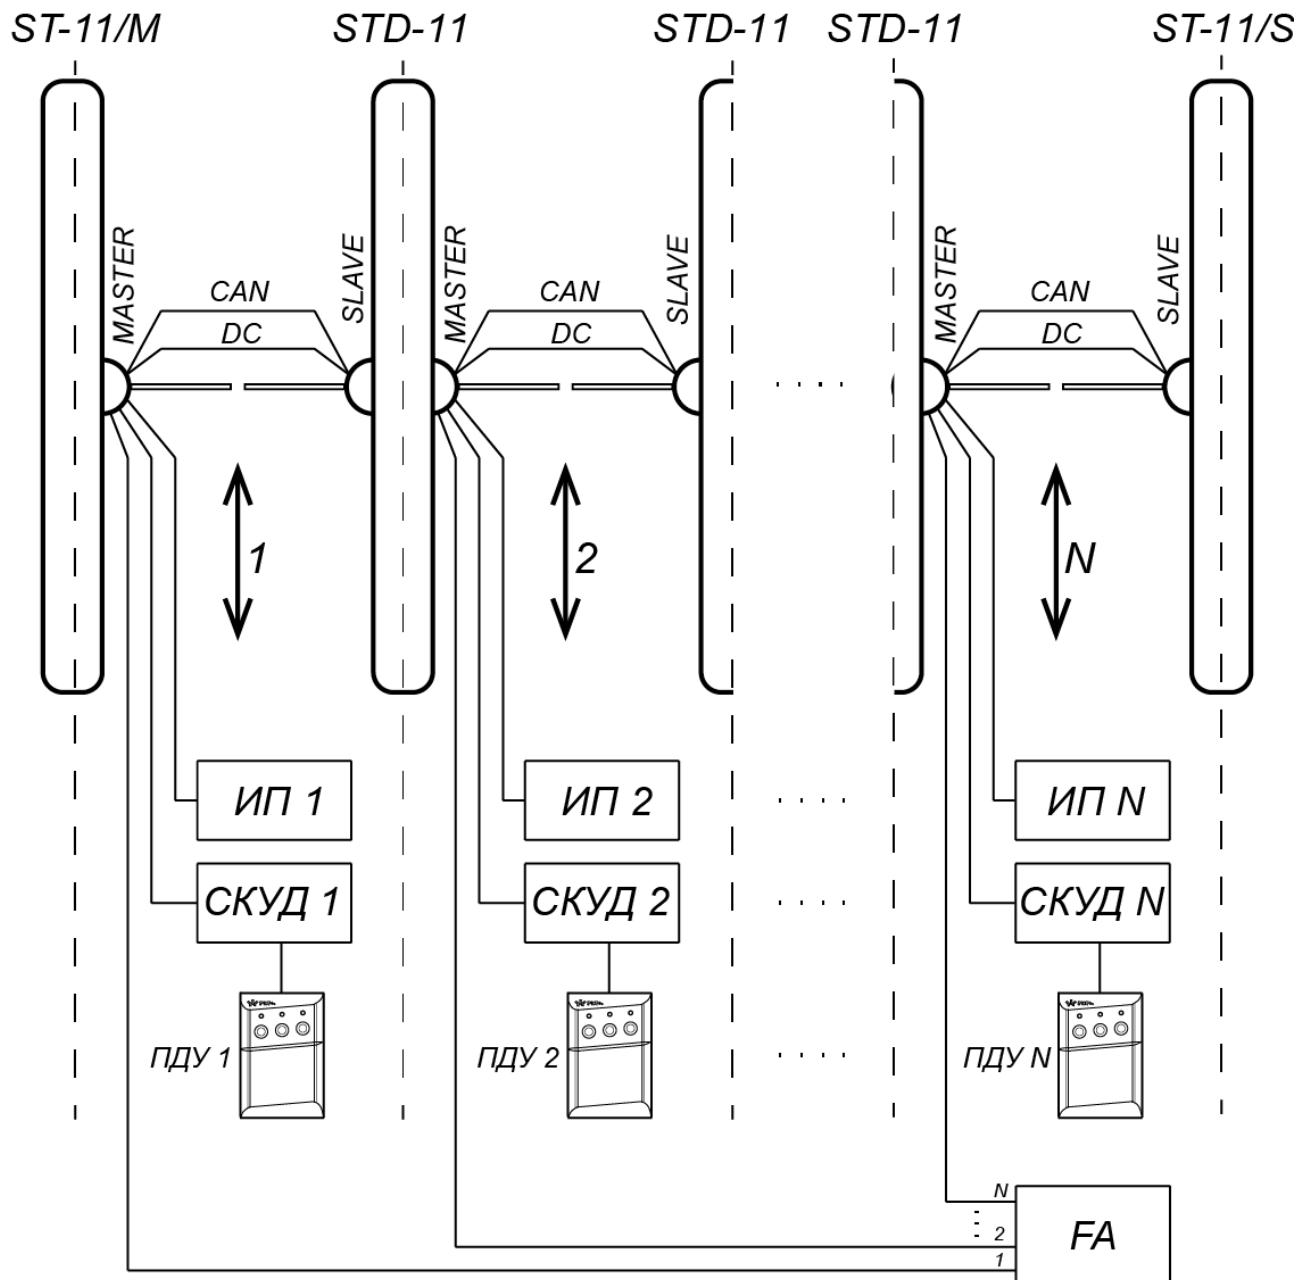
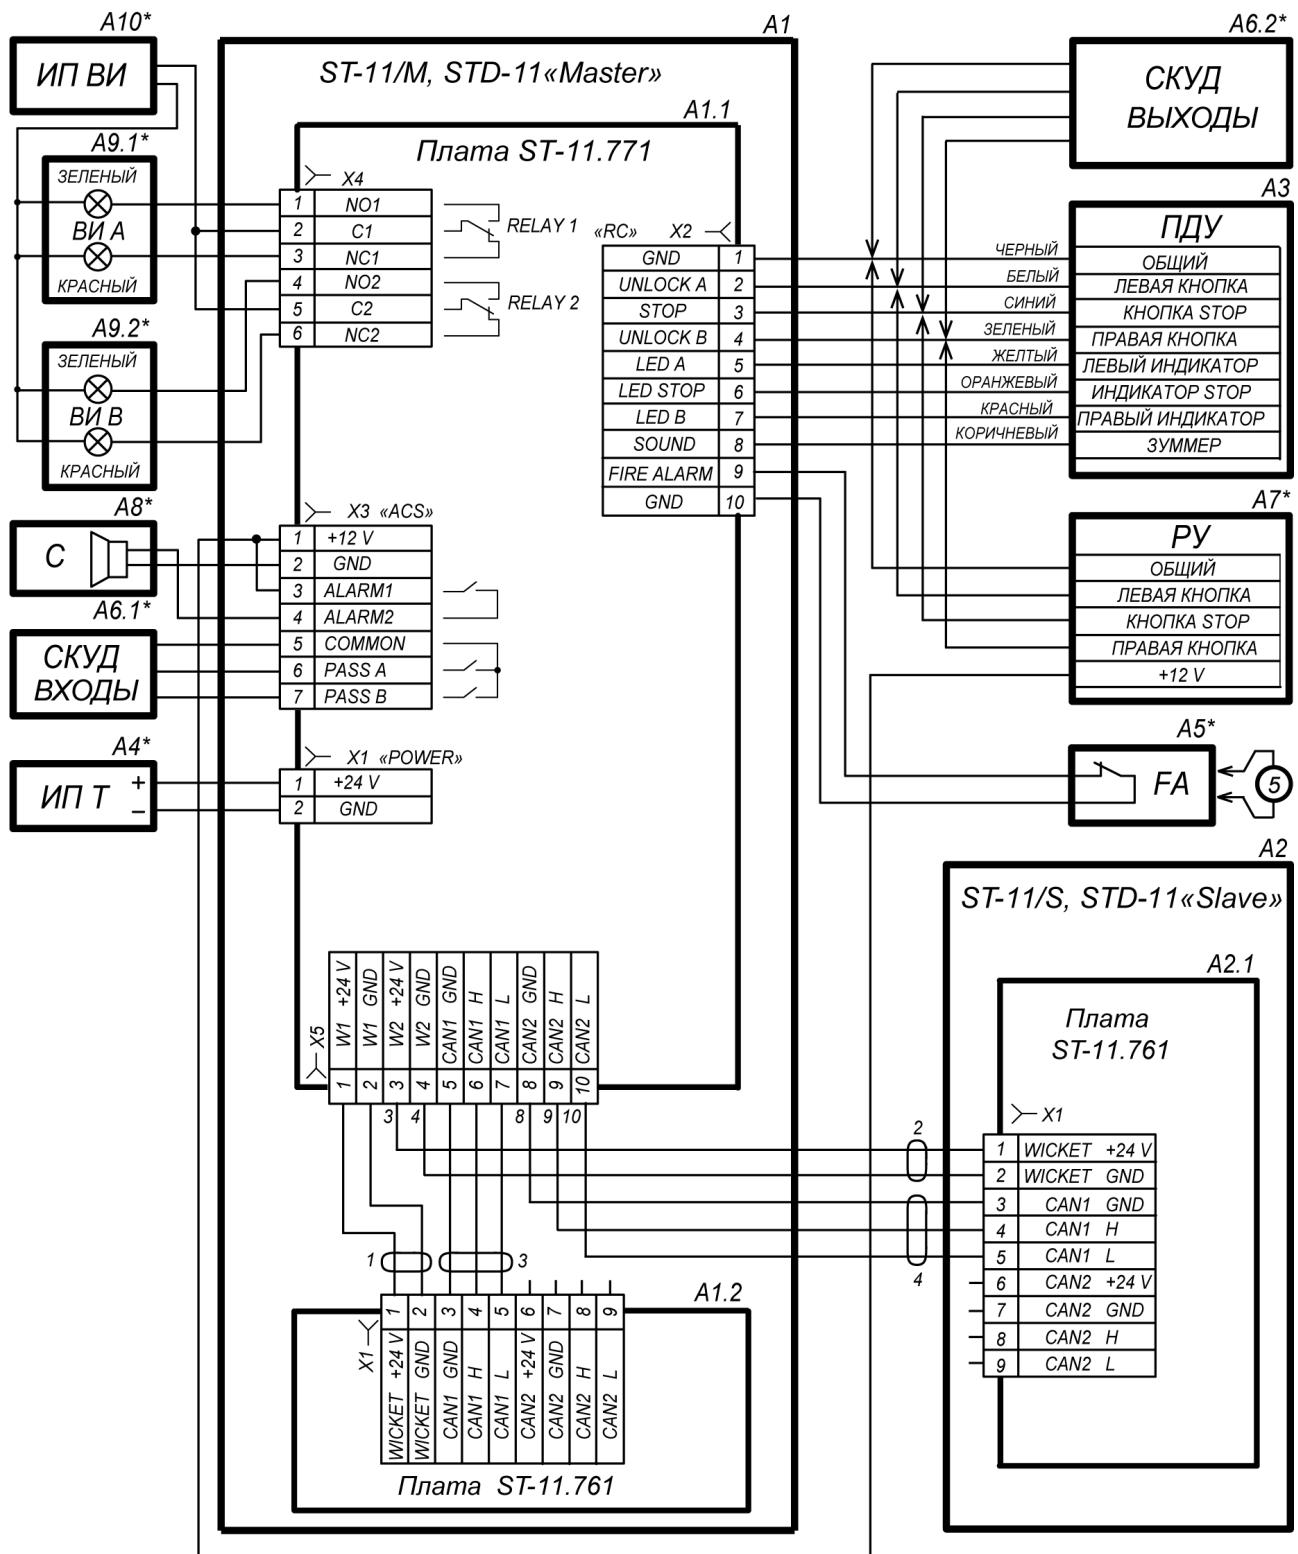

Рисунок 17. Схема соединений турникета PERCo-ST-11 и двусторонних секций PERCo-STD-11 для организации проходной с несколькими зонами прохода
Рисунок 18. Схема электрических соединений турникета¹
Содержание монтажных операций дано с учетом рекомендаций, приведенных в разд. 8.1. Оборудование и инструменты, необходимые при монтаже, перечислены в разд. 8.2. Номера позиций указаны в соответствии с рис. 6 и 7. Схема электрических соединений турникета приведена на рис. 18. Типы кабелей, используемых при монтаже, перечислены в табл. 5. На рис. 17 приведен пример схемы соединений турникета и двусторонних секций при организации проходной с несколькими зонами прохода.
Если нет возможности использовать способ протяжки кабелей кондуктором, при необходимости кабели DC и CAN можно проложить сразу, до начала установки секций. Данные кабели находятся в центральной стойке секции (стороны секции) *Slave* внизу под кожухом. Для этого необходимо распаковать секцию *Slave*, снять кожух с центральной стойки (см. рис. 19), вынуть кабели DC и CAN и отсоединить их от платы управления приводом. На концах жил кабелей имеются маркеры с номерами, соответствующими схеме соединений (рис. 18).
14. Через отверстие для ввода кабелей в основании центральной стойки двусторонней секции (со стороны *Master*) введите внутрь стойки кабели для управления второй зоной прохода: от ИП, от ПДУ или контроллера СКУД, от устройства *Fire Alarm* и дополнительного оборудования, а также кабели DC (16) и CAN (17) от секции (стороны секции) *Slave* или же кондуктор для их протяжки.
20. Подключите кабели к плате управления первой зоны прохода согласно схеме электрических соединений турникета (см. рис. 9 и рис. 18). Плата расположена в нижней части центральной стойки секции *Master*.
Соединительные кабели DC (на схеме №2) и CAN (№4) подключаются к клеммным колодкам **X5** платы управления секции *Master* и **X1** платы привода секции *Slave* в соответствии с маркировкой их жил (см. рис. 18).